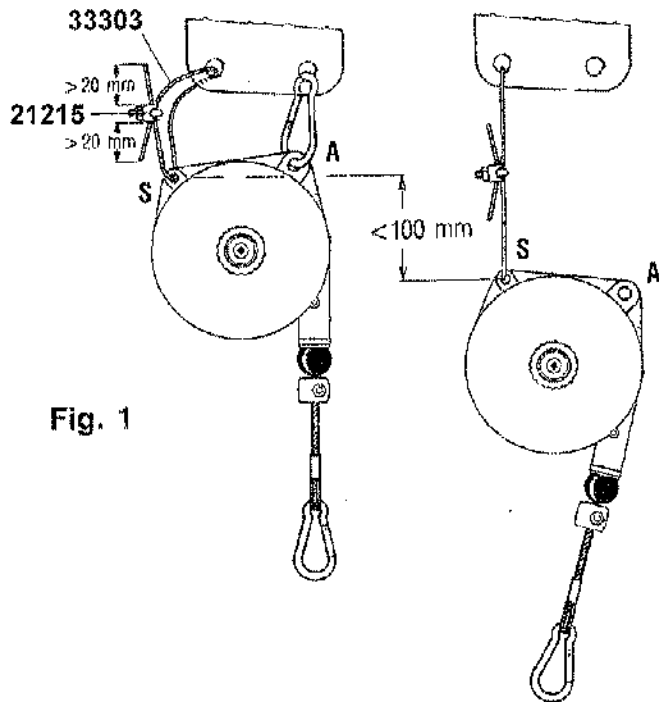

Fig. 1
The balancer must be visually inspected on a regular basis (e.g. once at each work shift). Specifically, check the state of the suspensions (A) and (S) (Fig.1), the fixing screws and self-locking systems (if used), and the condition of the hooks and cable.
⚠ Fije siempre la suspensión de seguridad (S) a un soporte adecuadamente dimensionado utilizando exclusivamente los accesorios suministrados (Fig.1). El soporte de seguridad NO DEBE SER el mismo usado para la suspensión principal (A) (Fig.1). La máxima caída en caso de rotura de la suspensión principal no debe superar los 100 mm. Apriete las tuercas de las abrazaderas 21215 (Fig.1) con un par de torsión de 2 Nm.
El equilibrador debe ser sometido periódicamente a inspección visual (por ejemplo, una vez por cada turno de trabajo), en particular para verificar el estado de las suspensiones (A) y (S) (Fig.1), los tornillos de fijación y los sistemas autoblocantes (si se usan), así como las condiciones de los ganchos y del cable.